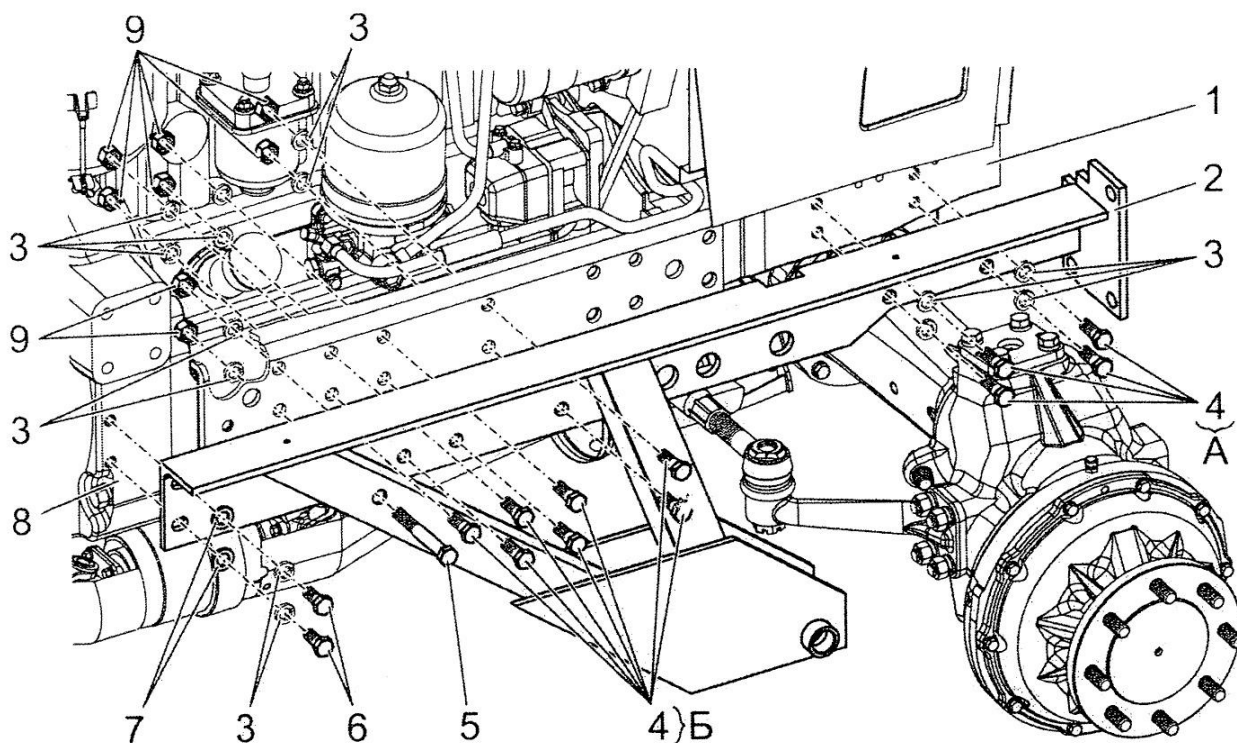

Рисунок 2.1 – Крепёж правой рамы
1) совместить крепёжные отверстия правой рамы 2 (рисунок 2.1) и полурамы трактора 1;